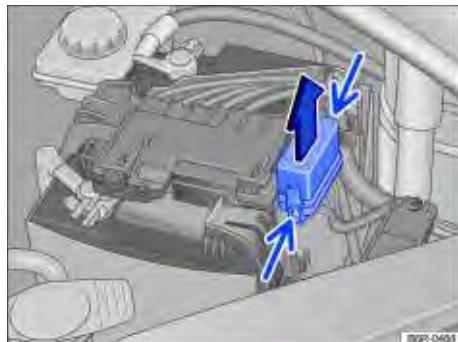

Fig. 143 No compartimento do motor: retirar cobertura da caixa de fusíveis.
- Pressionar as travas no sentido da seta (seta estreita) para destravar a cobertura da caixa de fusíveis  Fig. 143.